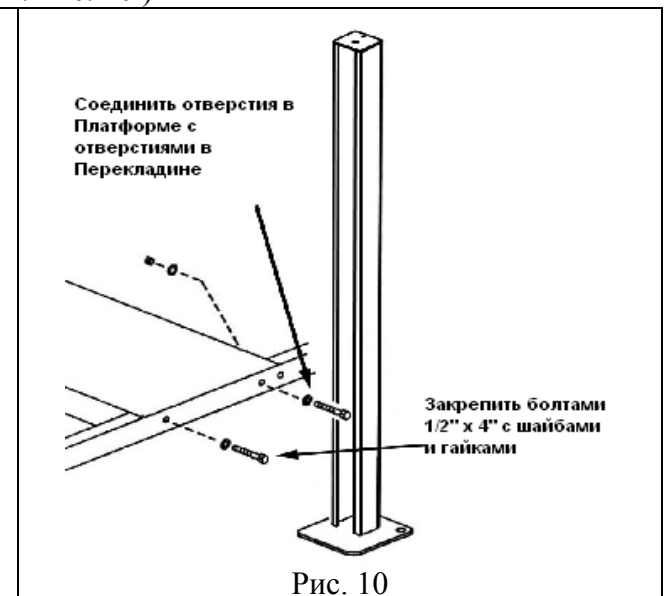

Рис. 10
3. Соединить отверстия платформы с отверстиями на подъемной перекладине и, слегка закрепить болтами 1/2 x 4 дюйма с шайбами и гайками. ( см. Рис. 10 )